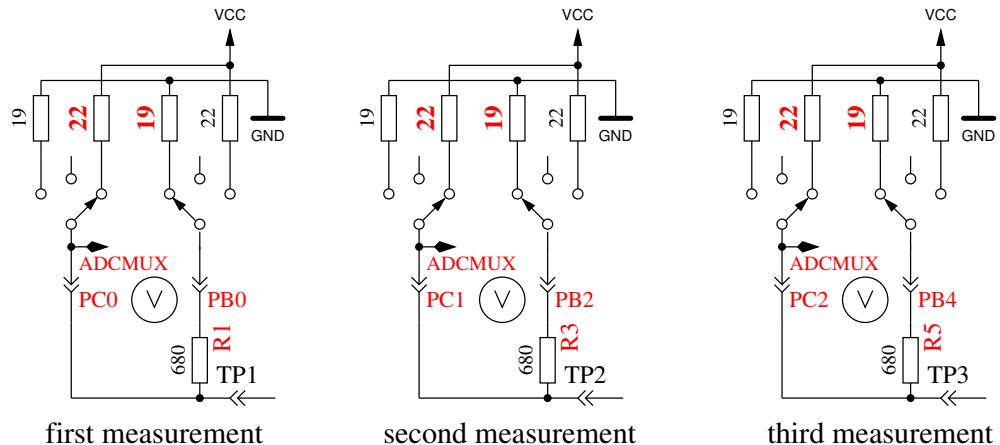

Рис. 5.61. Измерение внутреннего сопротивления порта подключением выходных контактов к VCC
8. Измерение внутреннего сопротивления порта подключением выходных контактов к GND. Этот и следующие тесты будут проведены, если выбрана опция AUTO_CAL. Внутреннее сопротивление порта C с выходами, подключенными к GND, измеряется по току через подключенные к VCC ($+5 \text{ V}$) резисторы 680Ω , смотри рисунок 5.61. Могут быть измерены только три вывода порта АЦП. Внутреннее сопротивление портов B (PB0, PB2 и PB4) не может быть измерено без изменения аппаратных средств. Будем считать, что внутреннее сопротивление порта для различных портов практически одинаково. Величина сопротивления будет определена в следующем тесте.